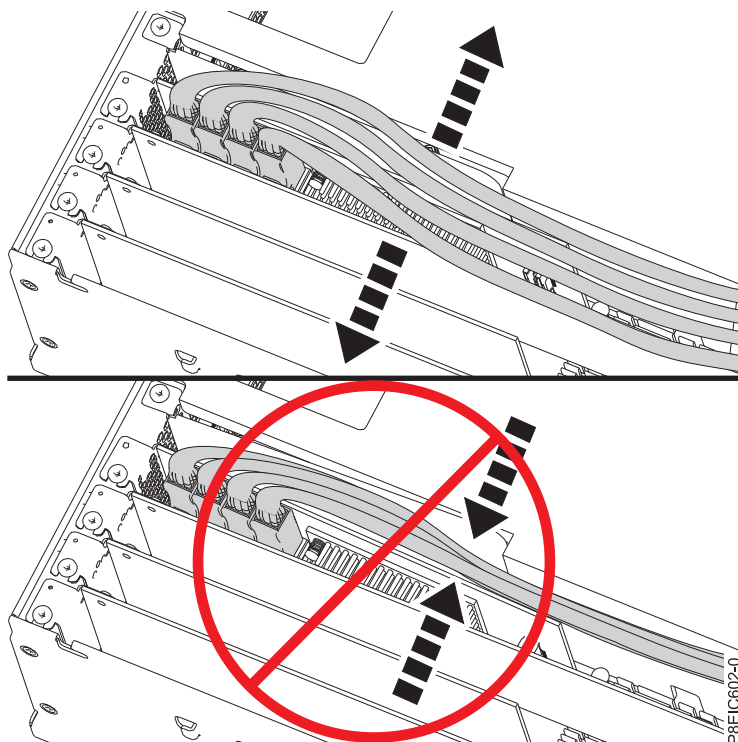

図 52. ディスク・ドライブ信号ケーブルの配線
- f. ディスク・ドライブ信号ケーブルを PCIe アダプターの上部に沿って配線し、ケーブルがアダプターに損傷を与えないようにします。アダプター間にケーブルを配線しないでください。ケーブルを分散させて、ケーブルをはさまずに保守アクセス・カバーを閉じることができるようにします。PCIe アダプターの上部に沿ってケーブルを配線する方法の例については、48 ページの図 52 を参照してください。ご使用になるケーブル接続は 48 ページの図 52 とは異なる場合がありますが、PCIe アダプターの上部に沿ってケーブルを配線する方法に違いはありません。